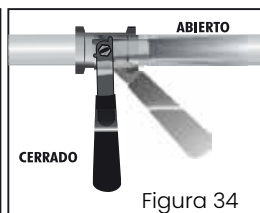

Figura 34
- Que el maneral de la válvula de paso esté en la posición de CERRADO (Ver figura 34).